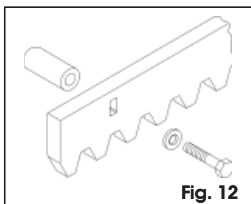

Fig. 12
5.4.2. CREMAGLIERA DI ACCIAIO AD AVVITARE (Fig. 12)